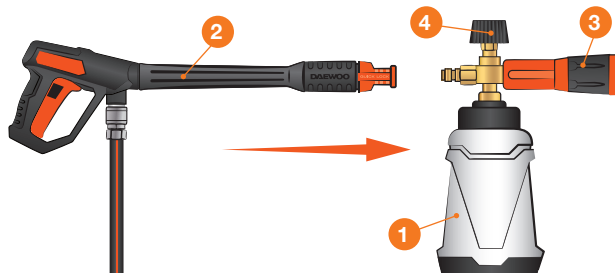

Рис. 7
- Наполните подготовленным моющим средством пеногенератор **1** из комплекта поставки и присоедините его к пистолету **2** (Рис. 7). Регулировку факела распыляемого моющего средства производите поворотом корпуса форсунки **3**. Регулировку подачи моющего средства производите поворотом верхней рукоятки **4**.